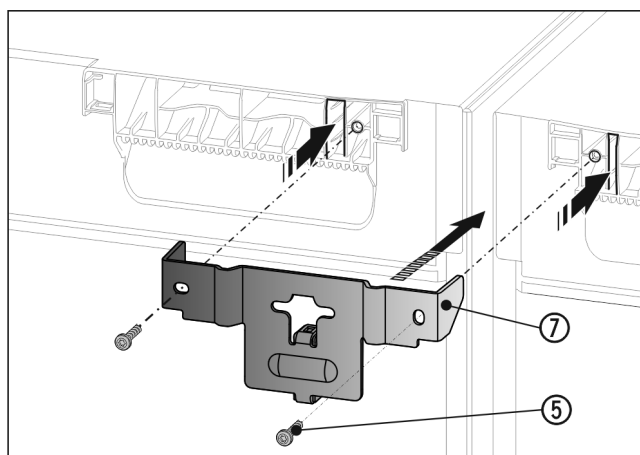

Fig. 18
- ▶ Надвиньте угол Fig. 18 (7) с помощью распорной детали между устройствами и накладками в крышку устройства. Прикрутите 2 винтами Fig. 18 (5).